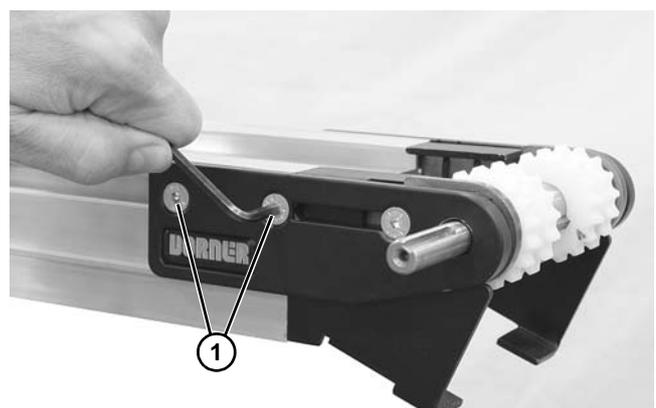

Abbildung 43
4. Zwei Befestigungsschrauben (Abbildung 43, Teil 1) auf beiden Seiten des Förderbands lösen.